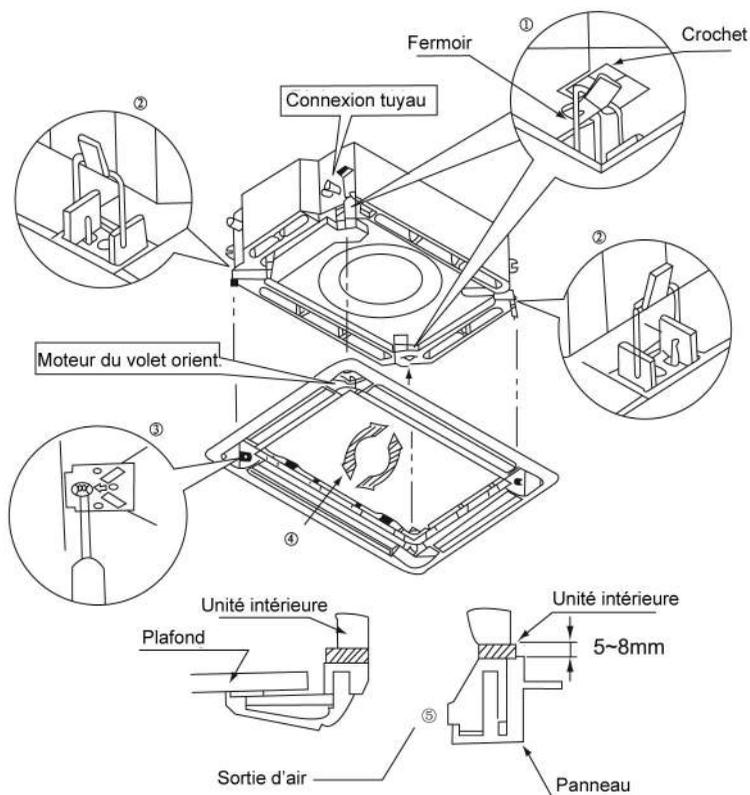

Fig.38
- (1). Placez le panneau sur l'unité, puis fermez les crochets à côté et en face du moteur du volet orientable.
- (2). Fermez deux autres crochets.
- (3). Vissez quatre vis hexagonales sous les fermoirs, à environ 15 mm.
- (4). Ajustez le panneau selon le sens de la flèche, comme indiqué dans la Fig.38.
- (5). Vissez les vis jusqu'à ce que le joint entre le panneau et l'unité intérieure soit réduit à 5-8 mm.